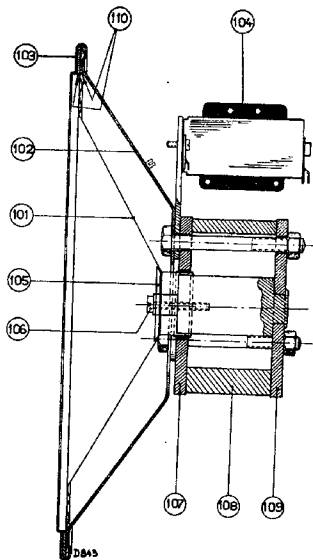

Fig. 9
2. Voor of achterplaat (pos 107 en 109 fig. 9) mogen in geen geval van de magneet getrokken worden, hierdoor zou deze verzwakken.